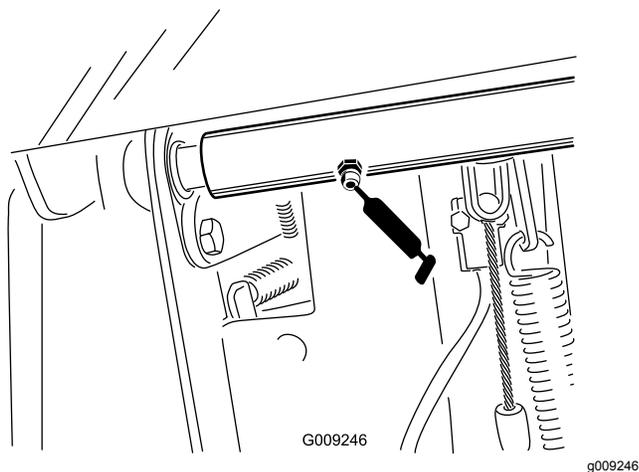

Рисунок 33
- Подшипники вала оси поворота педали тормоза (2 шт.) (Рисунок 33)